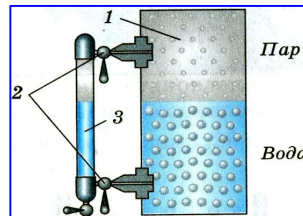

Рис. 41.3. Водомерная трубка парового котла. 1 – паровой котёл; 2 – краны; 3 – водомерная трубка.
1. На рис. 41.3 показано водомерная трубка парового котла. Объясните действие этого прибора.